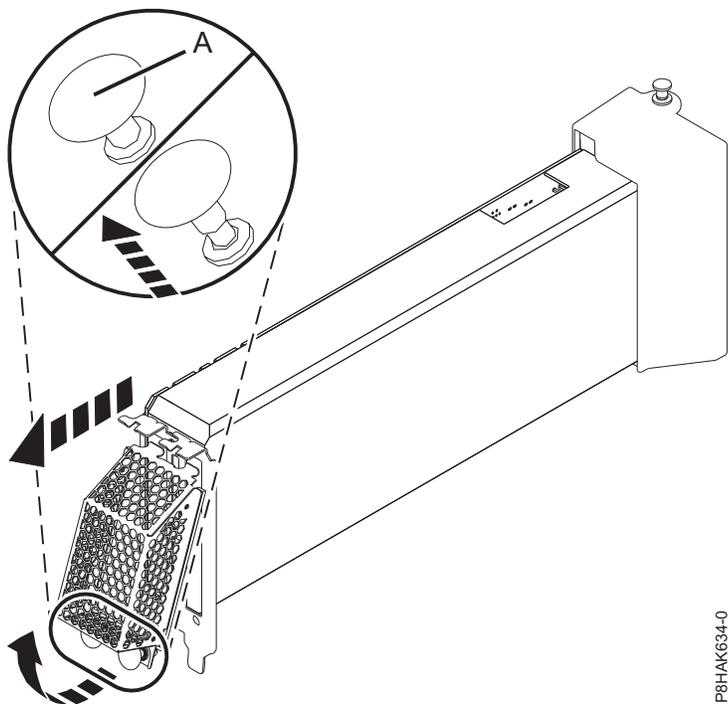

Figura 5. Extracción del protector del adaptador GPU
**Nota:** El Adaptador PCIe GPU gen3 x16 (código de característica EC47 o EC4B) tiene un protector que está conectado a la contrapunta. El protector se conecta a la mampara posterior después de instalar el adaptador. El adaptador tiene un deflector de aire conectado el extremo opuesto de la contrapunta. No intente extraer el deflector de aire. Para extraer el protector, tire del botón de bloqueo como se muestra en la Figura 5 en la página 8. Sujete el protector, desenganche el protector de la contrapunta y, a continuación, tire del protector para extraerlo.